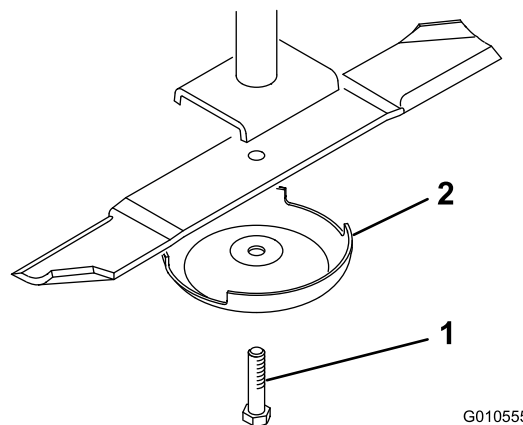

Figura 24
4. Sujete el extremo de la cuchilla usando un paño o un guante grueso. Retire del eje de la cuchilla el perno de la cuchilla, el protector de césped y la cuchilla (Figura 24).